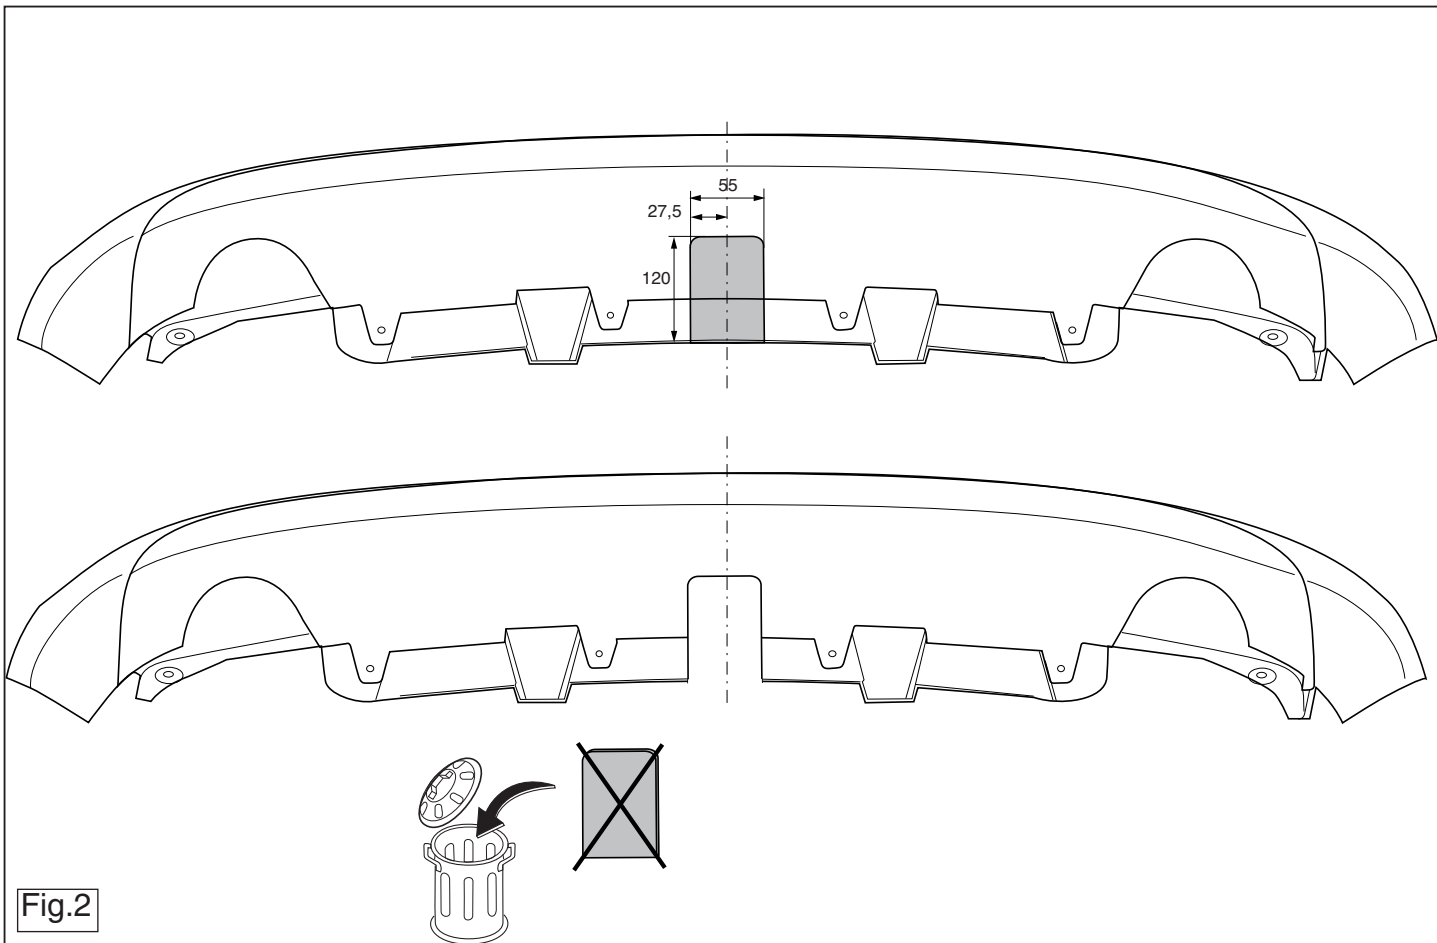

Fig.2
8. Выпилить часть из бампера в середине снизу, как указано на рис. 2.